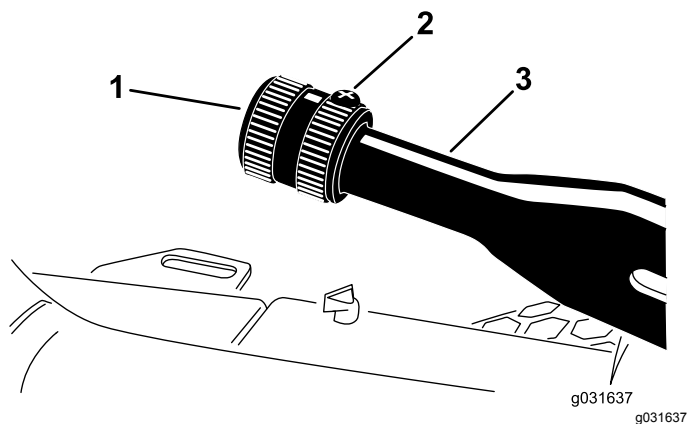

Рисунок 59
1. Ослабьте установочный винт, который крепит рукоятку к рычагу стояночного тормоза (Рисунок 59).